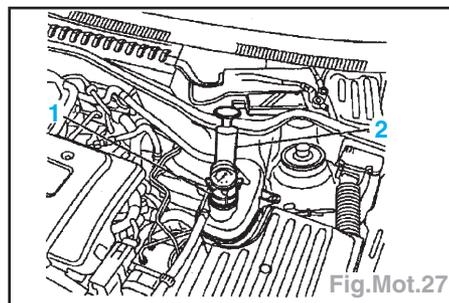

Fig.Mot.27
- Mettre en place l'appareil KM-471 (1) et l'appareil de test de pression (2) (Fig.Mot.27).